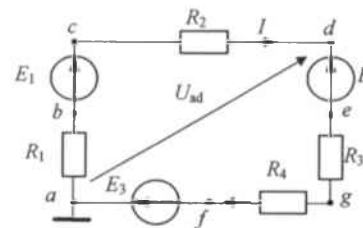
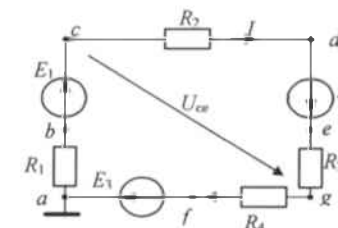

Рис. 2
Рис. 3
- 2) определить напряжение  $U_{ad}$  (для схемы рис. 2) или  $U_{ce}$  (для схемы рис. 3);